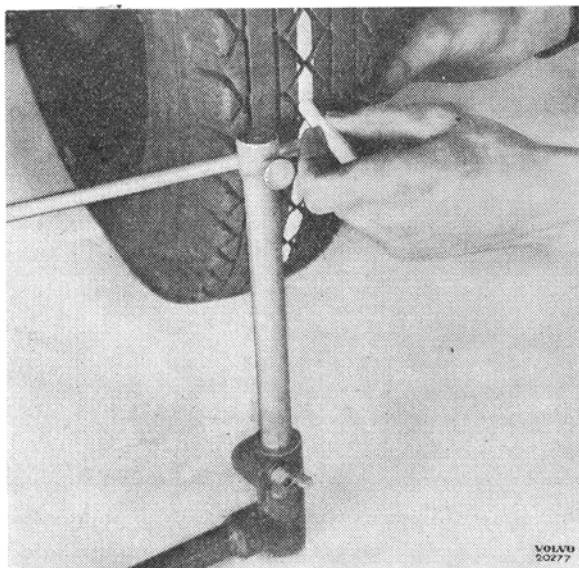

Bild 35. Kritning av ring.
2. Krita och ritsa med hjälp av mätverktyget ringarna runt om enligt bild 35 och 36.